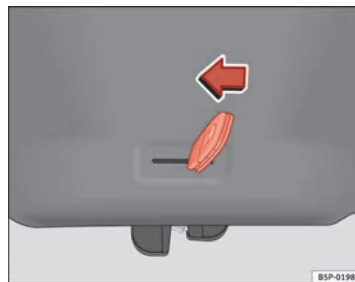

Fig. 50 Portellone posteriore: apertura d'emergenza
- Inserire l'ingegno della chiave nella fessura e sbloccare il dispositivo di chiusura girando la chiave da destra verso sinistra, come indicato dalla freccia → **fig. 50**.